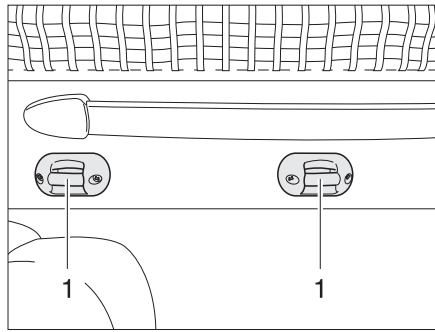

Fig. 137 Fixation échelle de montée
- Accrocher l'échelle de montée par les deux étriers aux crampillons (Fig. 137,1) se trouvant sur le lit escamotable.